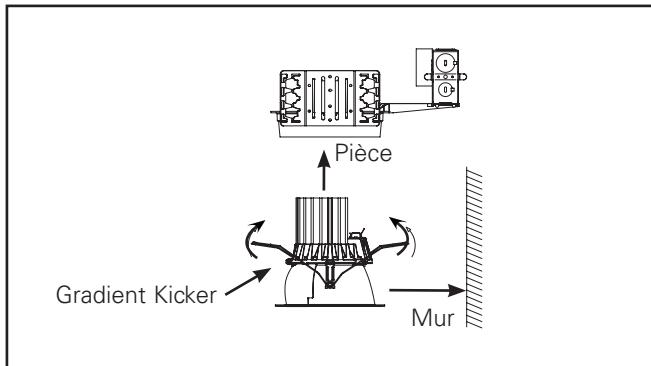

Figure 14.
2. Pour l'option de projecteur mural installez l'assemblage de la garniture avec le réflecteur à tablier en face du mur à éclairer. (Figure 14).